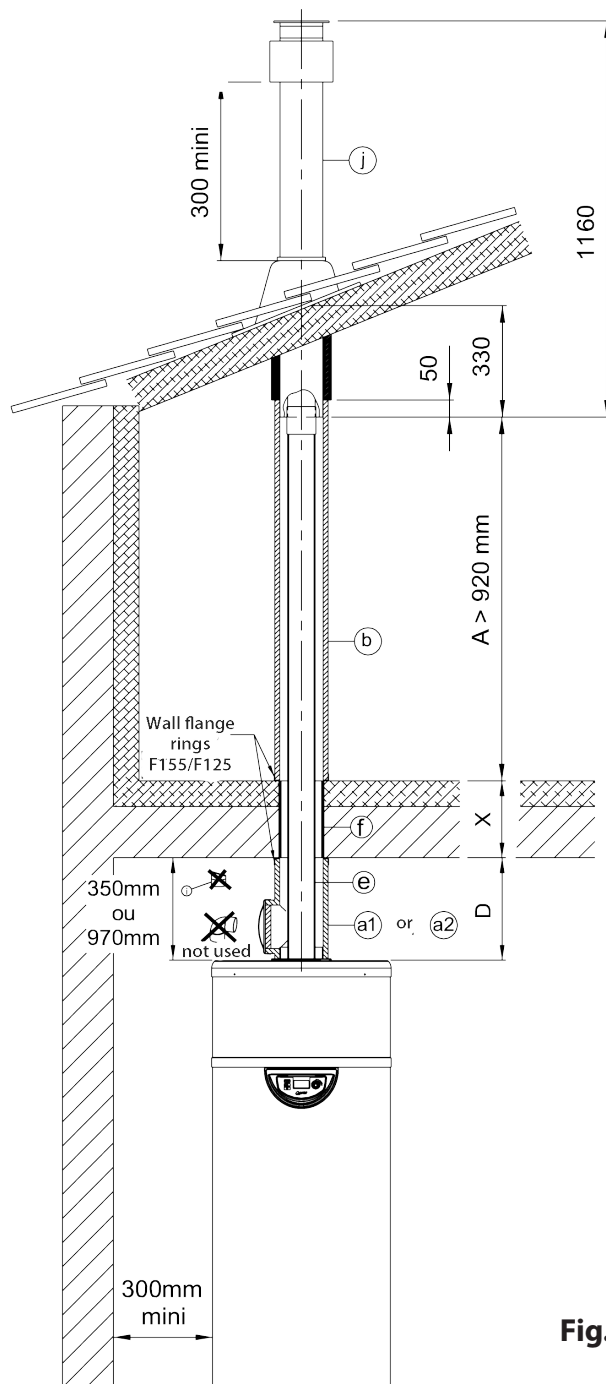
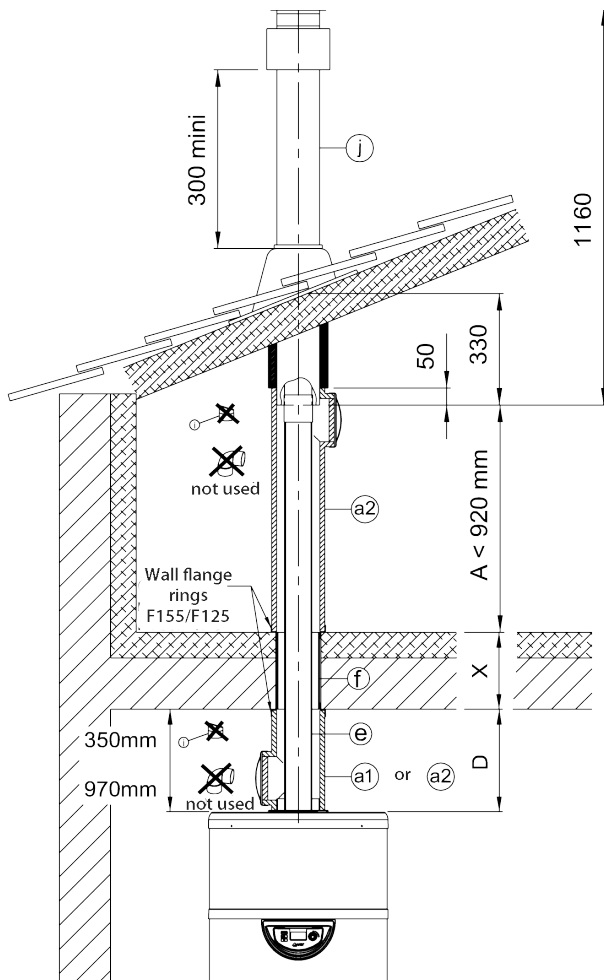

Fig.1
Fig.2
- in de elleboog van het geïsoleerde luchtkanaal (**rep.a2**) **Fig.1**
- in de Ø125mm geïsoleerde verlengpijp (**rep.b**) **Fig.2**, vervolgens in de PVC-buis Ø125 en vervolgens in de elleboog van het geïsoleerde luchtkanaal (**rep.a1** of **a2**) (die kan worden uitgebreid [zie hieronder, afhankelijk van de afmetingen van «D»]).
- **Als de PVC-buis van Ø80 niet kort genoeg is om over de bovenkant te gaan**, steek het in de elleboog van het geïsoleerde luchtkanaal (**rep.a1** of **a2**) (die kan worden verlengd [zie hieronder, afhankelijk van de afmetingen van «D»]), vervolgens in de PVC-buis Ø125 en vervolgens in de geïsoleerde verlengpijp Ø125 (**rep.b**) **Fig.2** of in de elleboog van het geïsoleerde luchtkanaal (**rep.a2**) **Fig.1**.
- Schuif de PVC-buis van Ø80 op het onderste deel van de verticale F / F Ø80-aansluiting (indien van toepassing, door de stop en het deksel van het geïsoleerde luchtkanaal te verwijderen) (**rep.a2**) **Fig.1**. Schuif de elleboog van het geïsoleerde luchtkanaal (**rep.a2**) **Fig.1** of de 50 mm geïsoleerde verlengpijp Ø125 (**rep.b**) **Fig.2** op de Ø80 / 125 verticale aansluiting door deze voorzichtig verticaal in te drukken. • Either slot the insulated air duct (**rep.a2**) **Fig.1** or the Ø125 insulated extension pipe (**rep.b**) **Fig.2** into the F155 / F125 upper flange ring.